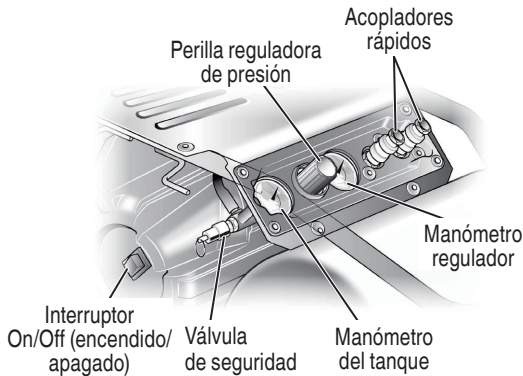
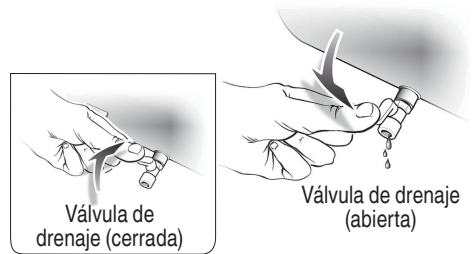

Fig. 3
Fig. 4
- Introduzca la manguera en el acoplador rápido ya instalado en el compresor (Fig. 3).
- Tire de la perilla reguladora de presión y gírela por completo en sentido horario para abrir el flujo de aire. (Fig. 3)
- Coloque el interruptor en la posición de apagado **OFF (O)** y enchufe el cable de alimentación.
- Abra la válvula de drenaje por completo (Fig. 4).
- Encienda el compresor de aire **ON (I)** y déjelo funcionar durante 10 minutos para asentar las piezas de la bomba.
- Coloque el interruptor en la posición de apagado **OFF (O)**.
- Cierre la válvula de drenaje (Fig. 4).